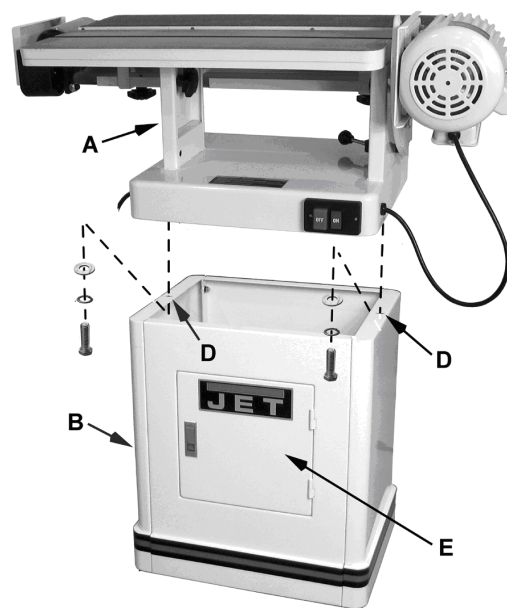

Fig 2
Die Schleifeinheit (A) ist 85kg schwer! Seien Sie vorsichtig und verwenden Sie geeignete Hubmittel zum Aufsetzen (Fig 2).